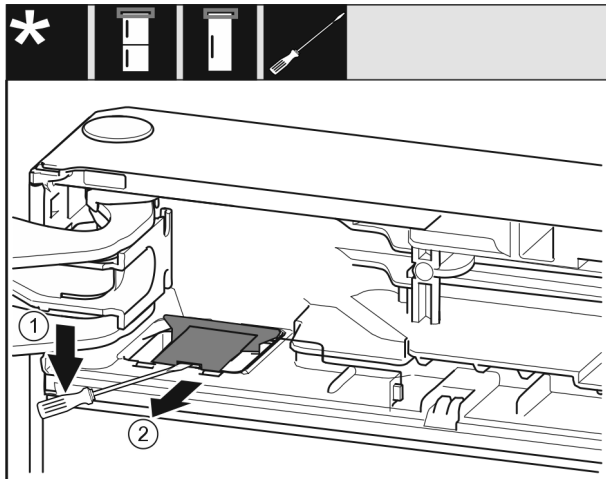

Fig. 14
- ▶ Mit einem Schlitzschraubendreher die Abdeckung Fig. 14 (1) austrasten.
- ▶ Abdeckung Fig. 14 (2) herausnehmen.